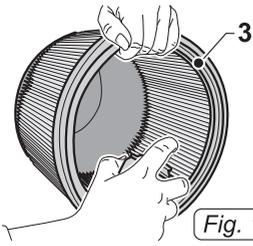

Fig. 13
- Reinigen Sie den Filter (3 Fig.13) von innen nach außen mit einem Wasserstrahl; falls er zu schmutzig sein sollte, müssen Sie ihn ersetzen.